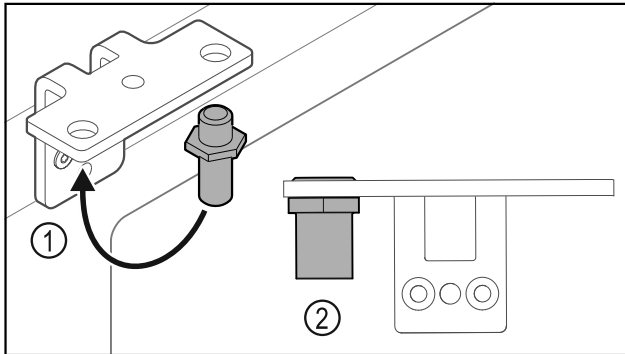

Fig. 38
- ▶ 调换合页角铁中的螺栓 Fig. 38 (1)。
- ▶ 用 **12 Nm** 的扭矩拧紧螺栓 Fig. 38 (2)。